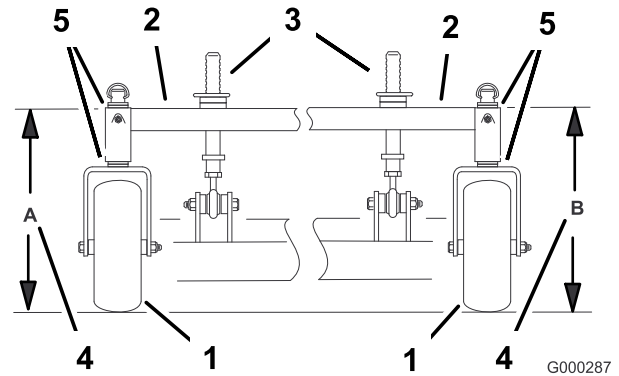

Bild 58
- Messen Sie die Höhe des Trägerrahmens an Stelle **A** (Bild 58).
- Messen Sie die Höhe des Trägerrahmens an Stelle **B** (Bild 58).